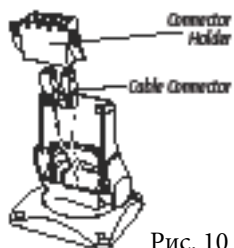

Рис. 10
2) Аккуратно потяните лишний кабель снизу от поверхности крепления. Держатель коннекторов должен быть на одной линии с отверстиями на передней части крепежного кронштейна (рисунок 10).